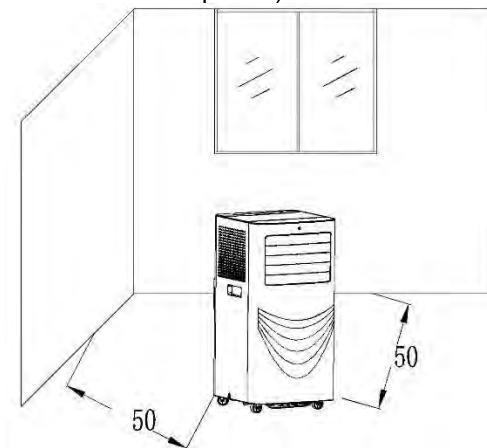

Рис. 5
- 1) Поместите прибор с установленным вытяжным шлангом перед окном. Расстояние между корпусом прибора и стенами или другими объектами должно быть не менее 50 см (как показано на рис. 5).